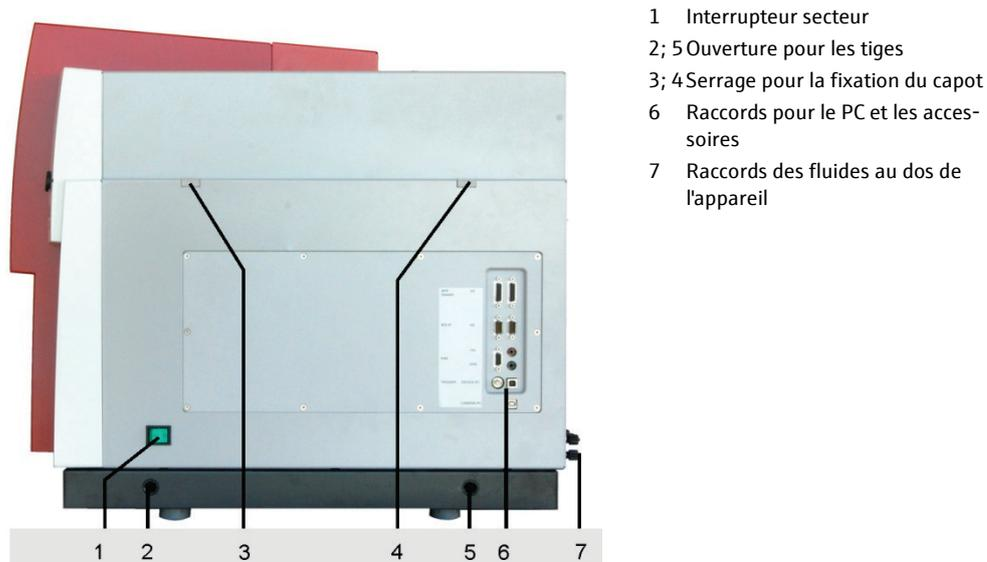

Fig. 22 Raccordements d'alimentation et de commande
1. Dévisser les pièces de serrage pour le capot de l'appareil sur la paroi gauche et droite (3 et 4, Fig. 22).